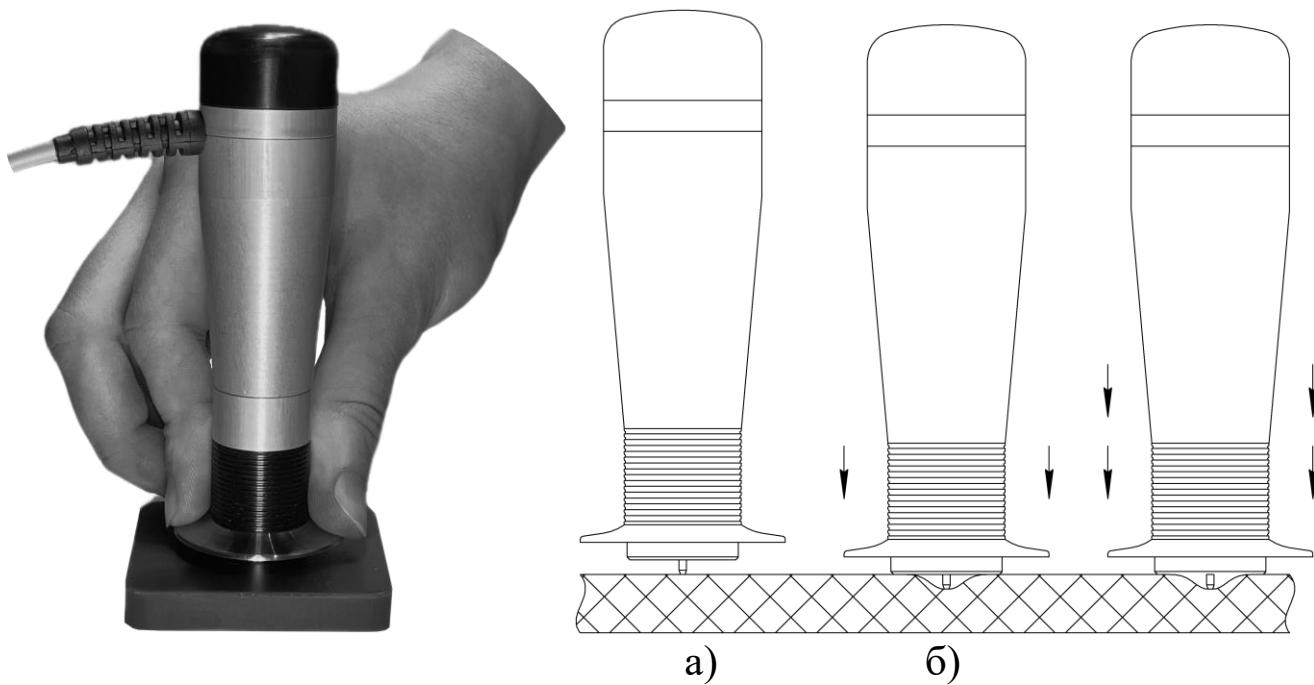

Рисунок 17. Проведение измерений преобразователями Шор А и Шор D
4.6.2 Поднести индентор преобразователя в необходимую точку объекта измерения (рис. 17, *а*). Нажимая с усилием F (более 1 кг. для преобразователя Шор А и более 5 кг. для преобразователя Шор D) на упорную юбку двумя руками плавно (примерно за 0,5 секунды) вдавить индентор в поверхность объекта измерения до упора (рис. 17, *б*), не допуская покачивания. Все время проведения измерений контактная плоскость преобразователя должна соприкасаться с поверхностью объекта измерений.